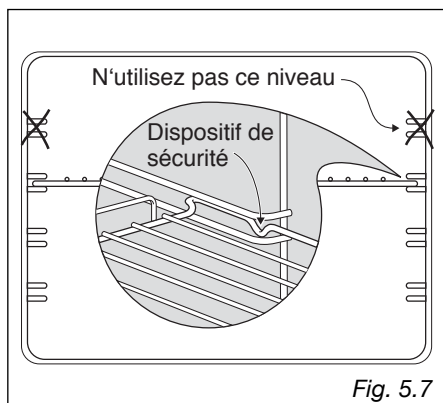

Fig. 5.7
- Glissez les grilles sur les guides (fig. 5.7). N'utilisez pas le premier support à partir du haut. La grille doit être placée de façon à ce que le dispositif de sécurité, qui empêche la grille de glisser, soit orienté vers l'intérieur du four.